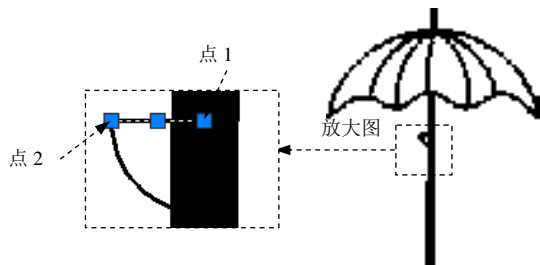

图 17.3.9 绘制小圆弧 1
Step9. 绘制小圆弧 1。选择下拉菜单 **绘图(D)** → **圆弧(A)** → **圆心、起点、角度(A)** 命令，选取图 17.3.9 所示的点 1 为圆弧圆心，选取点 2 为圆弧起点，输入圆弧角度值为 90 并按 Enter 键，完成后的图形如图 17.3.9 所示。